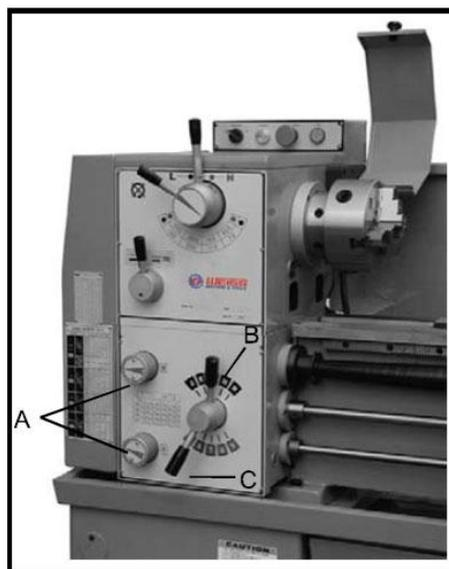

Рис. 22
2. Переведите селектор подачи каретки/резьбы (В, Рис. 22) в положение "Р" для того, чтобы запустить вращение ходового вала.
1. Для необходимой скорости подачи в соответствии с шагом нарезаемой резьбы выберите режим скорости подачи ручками (А и С, Рис. 22).
2. Переведите ручку подачи (В, Рис. 22) в должное положение (ходовой винт начнет вращаться).